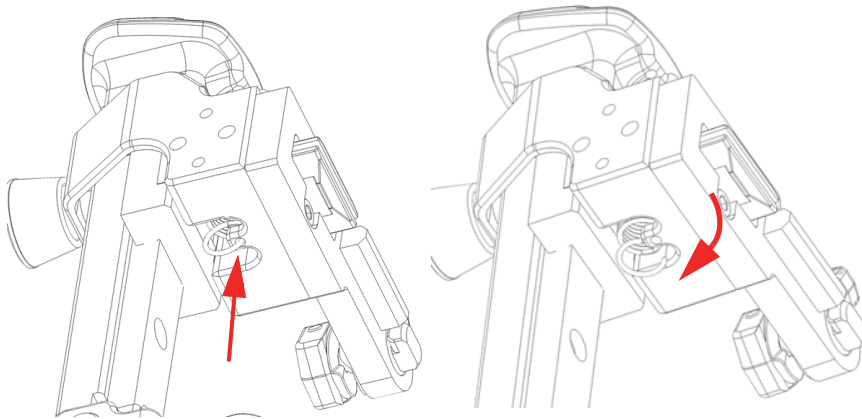

Abbildung 2-29 Sprungfeder aus der Bohrung entfernen
1. Entfernen Sie mit einer Spitzzange den unteren Teil der Sprungfeder aus der Bohrung der Halterung der federbelasteten Arme (Abbildung 2-29 auf Seite 63).